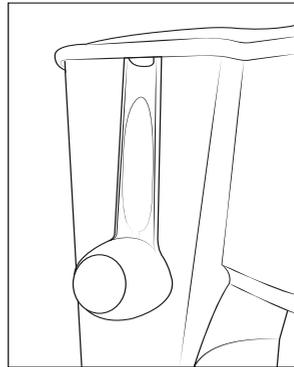

Fig. 4
- 4) Læg måleskeen **12** ind i kaffekanden **6** til opbevaring. Du kan også hænge måleskeen **12** på vandbeholderens **10** kant på siden (se fig. 4):